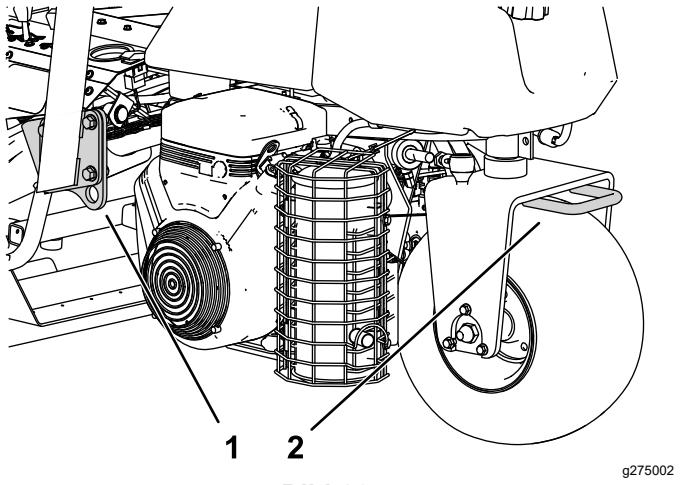

Bild 26
- Befestigen Sie die Maschine sicher mit Gurten, Ketten, Kabeln oder Seilen. Die vorderen und hinteren Gurte sollten nach unten und außerhalb der Maschine verlaufen (Bild 26).